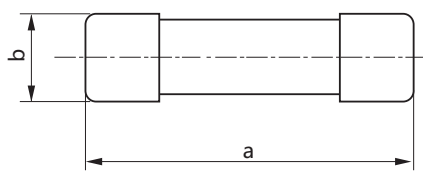
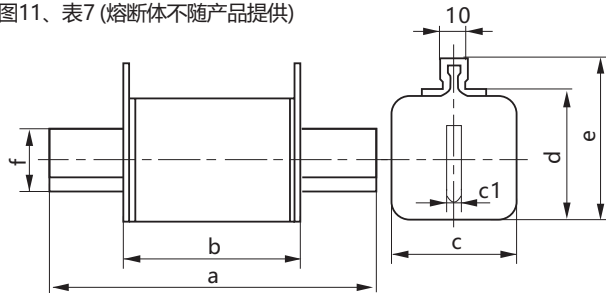

图10 Rt14尺码22×58管式圆筒帽形熔断体尺寸
图11 NT00、NT1、NT3刀形触头熔断体尺寸
10、SGR1系列隔离开关熔断器组选配熔断体型号及外形尺寸见图10、图11、表7 (熔断体不随产品提供)